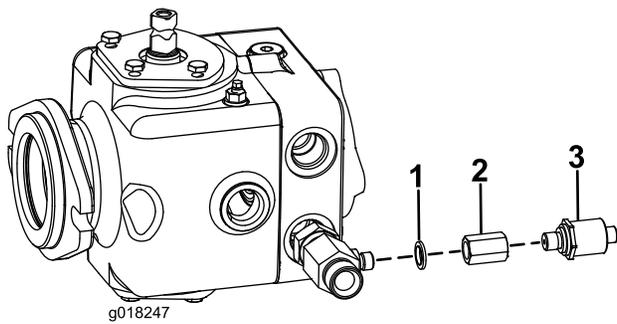

Figura 8
3. Enrosque el adaptador del interruptor de presión en el acoplamiento en T usando una junta de caucho-metal (1/4"), según se muestra en Figura 8.
4. Enrosque el interruptor de presión en este adaptador (Figura 8). Apriete el interruptor a 34 N·m.